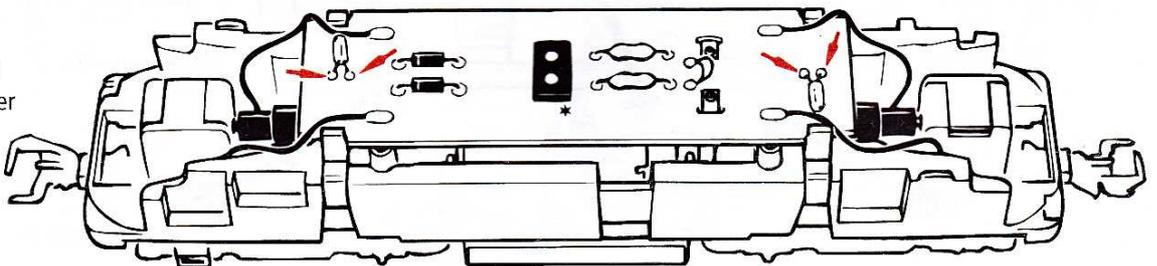
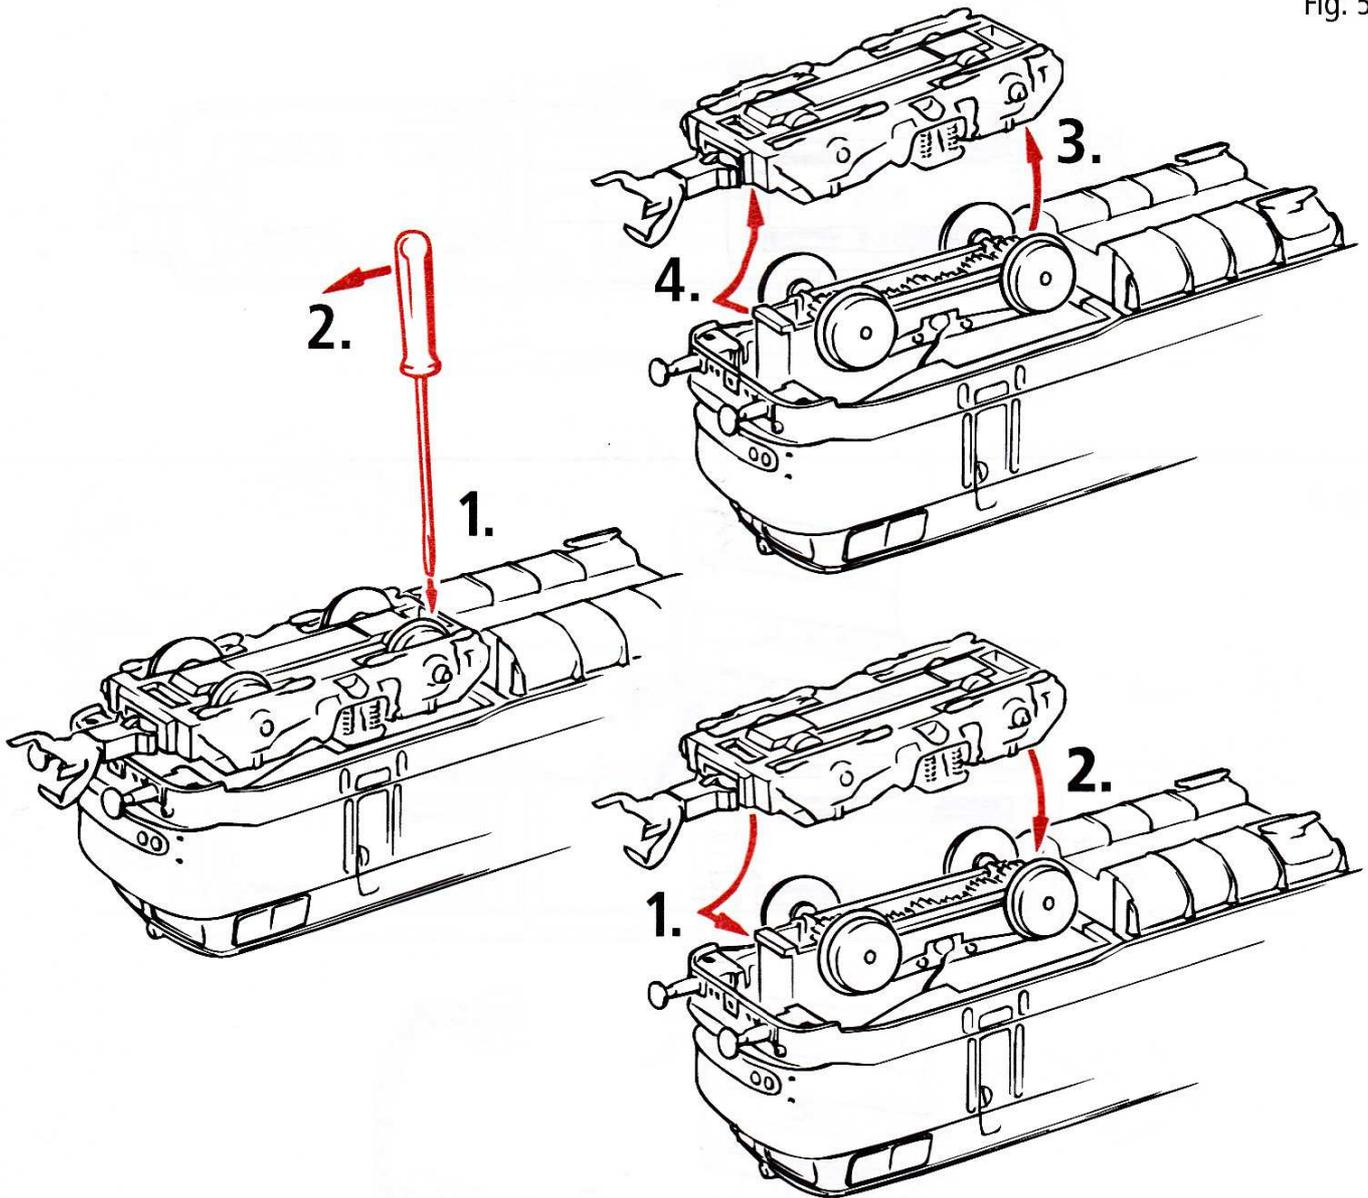

Fig. 5
Fig. 6
1. Nettoyage des lames de contact aux roues: Les lames de contact risquent de s'encrasser rapidement sur des voies poussiéreuses (fig. 5). Veuillez **enlever la poussière** aux endroits marqués à la fig. 6 à l'aide d'un petit pinceau souple.
5. Échange des bandages d'adhérence: Démontez d'abord **le couvercle du carter des engrenages** (fig. 5). Deloguez ensuite les essieux bandagés et enlevez, à l'aide d'une aiguille ou d'un tourne-vis fin les bandages d'adhérence (fig. 7). Lors du montage des nouveaux bandages veuillez à ce que les bandages **ne soient pas tordues**. ⇨ L'assemblage